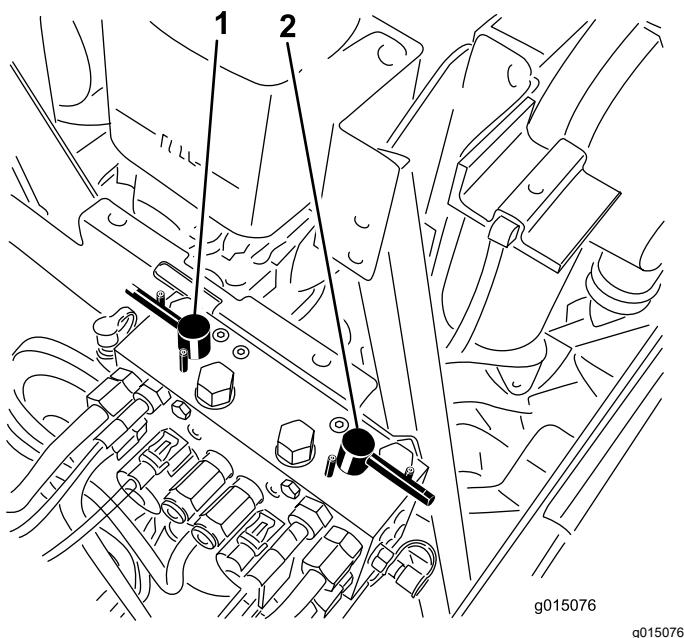

图 83
4. 选择前、后或同时两个倒磨控制杆确定哪个装置需要倒磨 (图 83)。